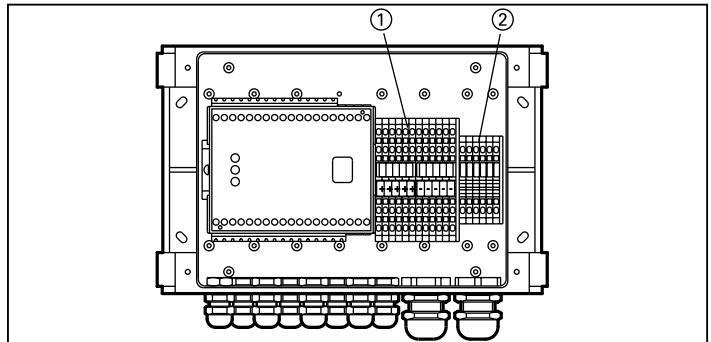

Fig. 5-1: Rekkeklemmer IP 65-hus
**Merk** Ved IP 65-huset bør rekkeklemmene i huset tilsvare *fig. 5-1* for ledningsføringen til sikkerhets-lysbommen og muting-sensorene.